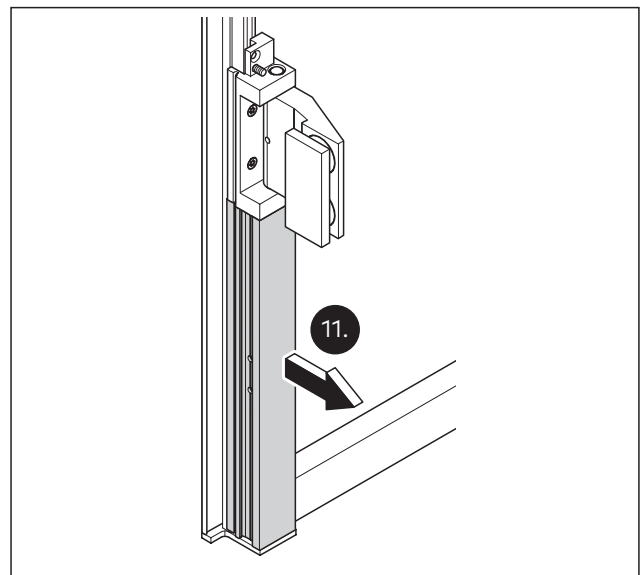

Abb. 38 Das Deckprofil für die Zarge entfernen
11. Das Deckprofil für die Zarge entfernen (Abb. 38).